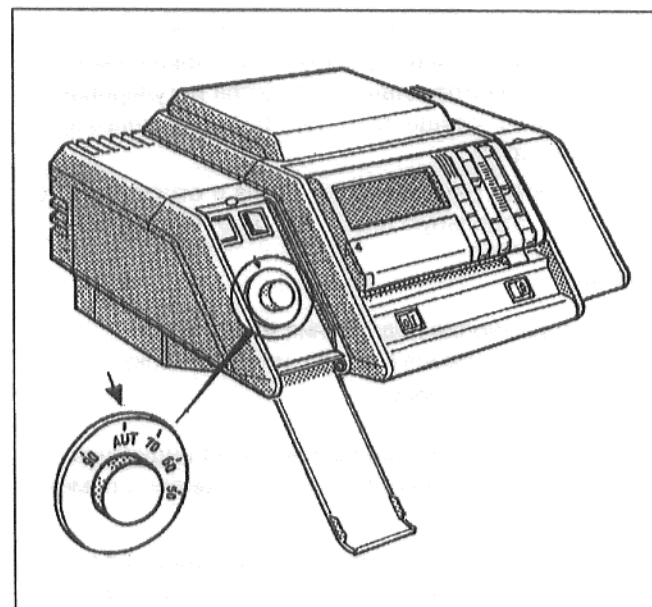

Рис. 2: Регулятор температуры воды подающей линии котла
- Открыть левую крышку системы регулирования (Рис. 2).
- Установить регулятор температуры воды подающей линии котла (Рис. 2) в положение "AUT".